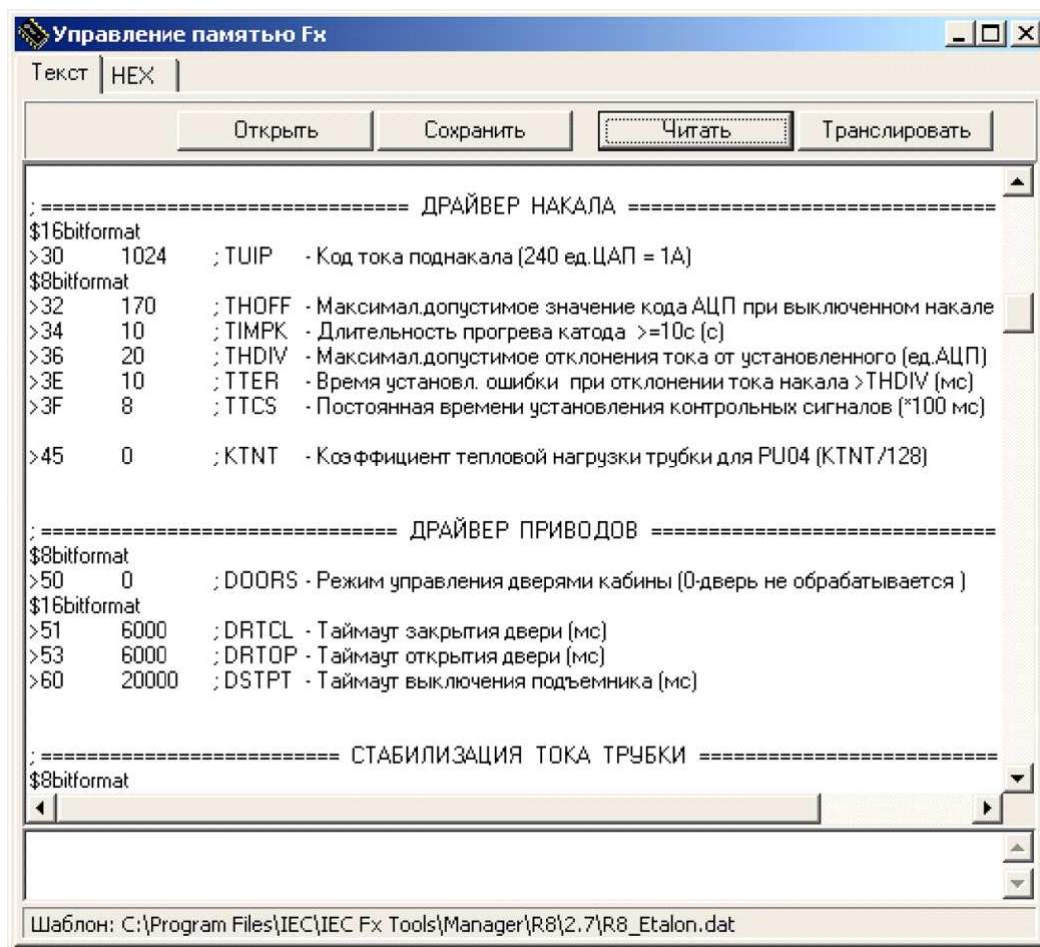

Рис. 5.3 Внешний вид окна «Управление памятью FX» с закладкой «Текст»
5.2.3.2 Закладка «Текст» позволяет выполнять действия над содержимым файла конфигурации, представляющим собой текстовое описание параметров с указанием адресов их размещения, численных значений и поясняющих записей. Внешний вид рабочего окна приложения с закладкой «Текст» представлен на рис. 5.3.
Формат эталонного файла включает в себя служебные ключи установки адресных страниц и банков памяти, а также адресов отдельных параметров. На рис. 5.3 представлен фрагмент файла конфигурации.